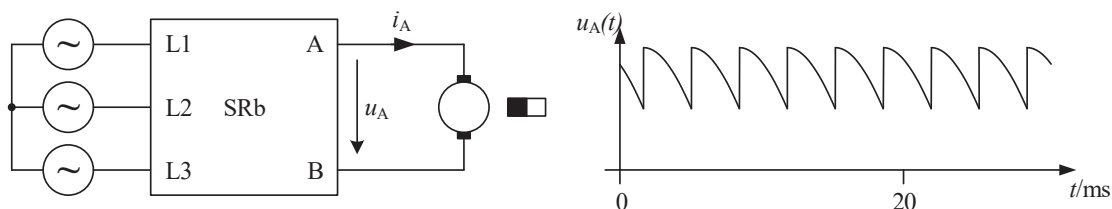

Abbildung 9: Stromrichterschaltung und Spannungsverlauf zu Aufgabe 5b)
- b) Ein Stromrichter SRb steuert das Drehmoment und die Drehzahl eines Gleichstrommotors. Beide Drehmomentrichtungen und beide Drehrichtungen sind möglich („Vierquadrantenbetrieb“). Die Ankerkreissspannung u_A hat den rechts in Abbildung 9 dargestellten Verlauf.
Zeichnen Sie das Schaltbild des Stromrichters SRb zwischen den Klemmen des Drehspannungsnetzes L1, L2, L3 und den Anschlussklemmen A, B des Gleichstrommotors. Geben Sie an, ob der Laststrom i_A größer oder kleiner als Null ist, wenn die Spannung u_A den rechts in Abbildung 9 dargestellten Verlauf hat.